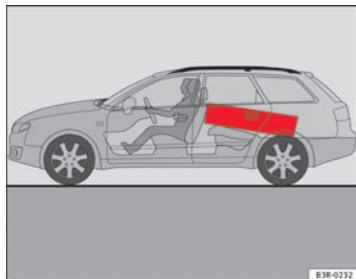

Fig. 116 Placez les objets lourds le plus à l'avant possible.
- Placez les objets lourds le plus à l'avant possible dans l'habitacle ⇒ fig. 116.